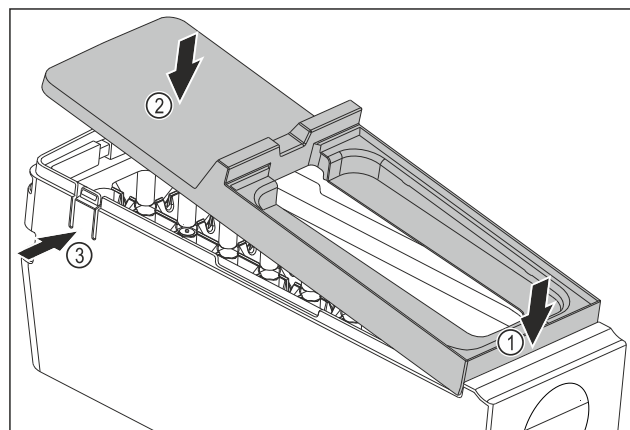

Fig. 114
- ▶ Montați apărătoarea corpului EasyTwist-Ice: Așezați în față apărătoarea Fig. 114 (1)
- ▶ Coborâți în spate apărătoarea Fig. 114 (2)
- ▷ Apărătoarea se fixează în poziție cu zgomot specific în cele două eclise Fig. 114 (3).